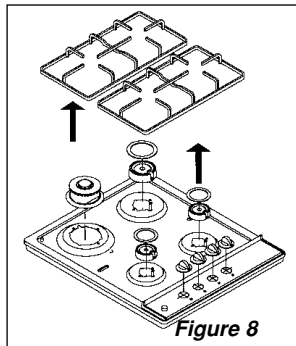

Figure 8
2. Retirez les chapeaux et les couronnes des brûleurs (figure 8)